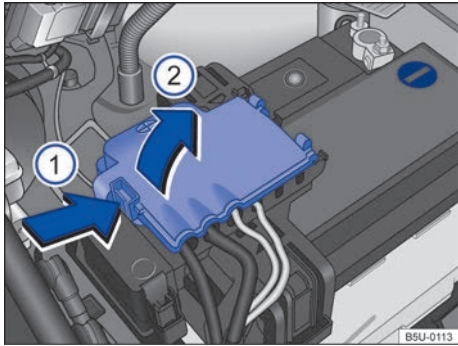

Fig. 201 Compartimento del motor: acceso al terminal positivo de la batería.
- Abrir la cubierta del polo positivo. Para abrir, presionar la traba en el sentido de la flecha ⇒ **fig. 201** **1**, plegar la cubierta hacia el costado en el sentido de la flecha **2**.